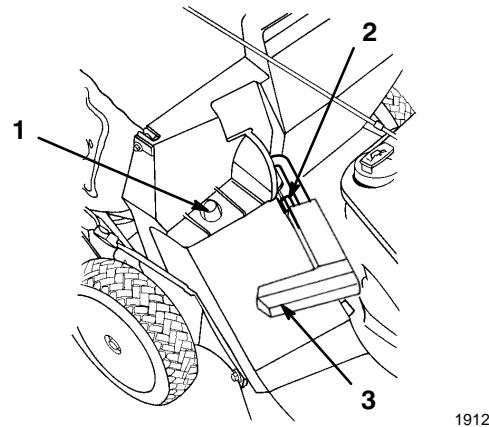

Abbildung 14
2. Darauf achten, daß der Griff der Auswurfkanaltür ganz vorne steht und der Stift die Auffangvorrichtung berührt (Abb. 14).
3. Das Loch im Korbrahmen auf den Haltepfosten am Gehäuse schieben (Abb. 14).
- Den Griff der Auswurfkanaltür anheben und nach vorne bewegen, bis der Sperrstift die Auffangvorrichtung berührt (Abb. 14).